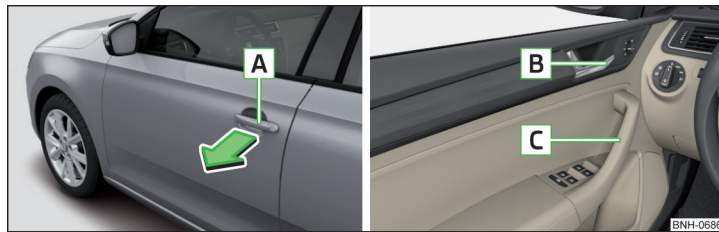

Fig. 46 Mânerul portierei/maneta de deschidere a portierei
▶ Pentru **deschiderea din exterior**, descuiați autovehiculul și trageți de mânerul portierei **A** în sensul săgeții » fig. 46.